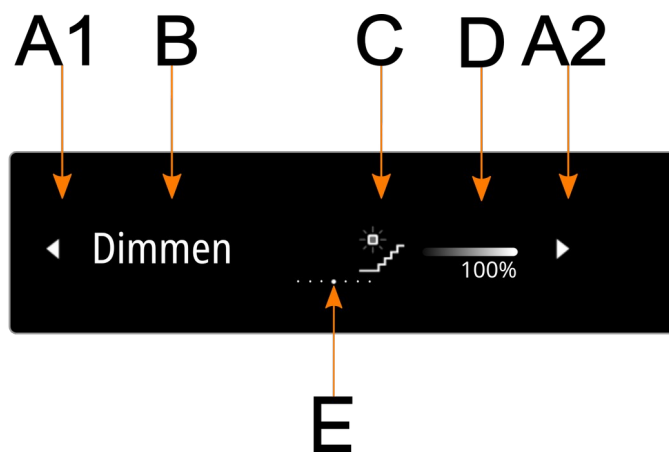
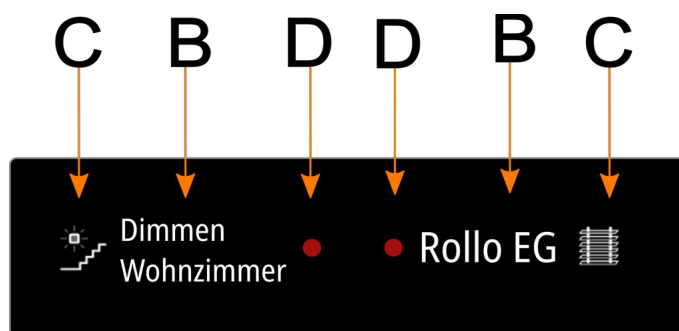

Abbildung 9: Wippendarstellung im Wippendisplay Standard beim Dimmen
Abbildung 12: Einzeltastendarstellung
Die Wippen-Displays visualisieren abhängig von der Verwendung der Tastenbedienung als Einzeltaste oder Wippentaste die (Kanal-) Funktion. Die Darstellung der Wippe kann zentriert oder links-rechtsbündig erfolgen. Letzteres ist der Standardfall und ist in Abbildung 9 dargestellt. Dabei ist der grundsätzliche Aufbau im Wippenmodus entsprechend der Abbildung 9 wie folgt:
Die Darstellung als Einzeltaster ist wie folgt in Abbildung 12 dargestellt:
der Einzeltasterbetriebsart Abbildung 12 auftreten. D.h. die Beschriftung kann in die andere Hälfte der Wippe „reinragen“, d.h. ggf. dort die Beschriftung überdecken. Eine Kontrolle, dass diese Überschneidung nicht passiert, ist dem Anwender überlassen. Dadurch, dass es dann möglich ist, dass die Beschriftung links oder rechts in die jeweilig andere Seite ragt, ergeben sich mehr Gestaltungsmöglichkeiten bei der Wippenbeschriftung für den Anwender.
Infoanzeigen sind Wert- oder Textanzeigen mit Symbolen, die aus maximal fünf Teilanzeigen bestehen. Die Anzeigen der (Kanal-) Funktionen können teilweise überschrieben werden, um Infoanzeigen einzublenden. In diesem Fall bleibt die eigentliche Wippen oder Einzeltastenbedienung erhalten. Bei Wippenbedienung sind die Bedienicons (A1/A2), weiterhin sichtbar, bei Einzeltasten die Rückmeldeicons (C) (vgl. Abbildung 9-Abbildung 12). In der Applikation kann parametrierbar werden, ob die eigentliche Beschriftung B,C,D (bzw. B, D bei Einzeltasten) bei Annäherung wieder sichtbar wird. Dazu wird der integrierte Radarsensor als Auslöser parametrierbar.